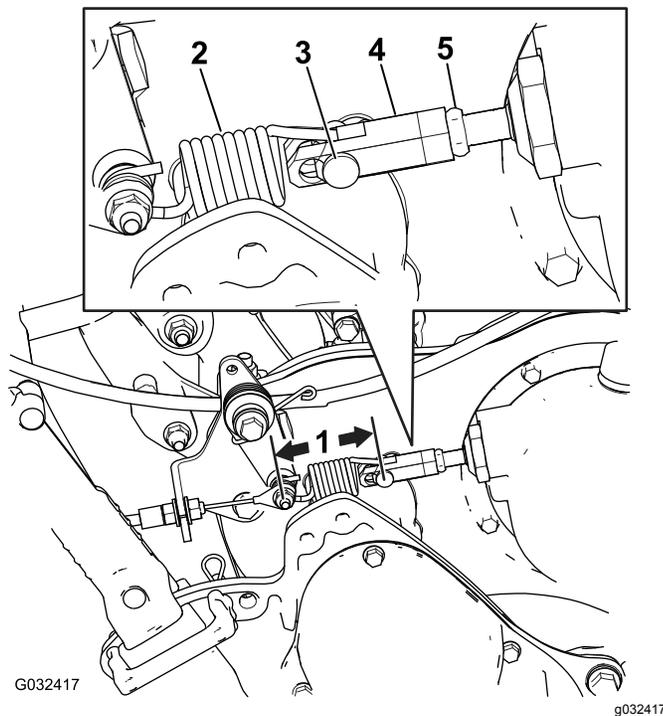

Рисунок 48
2. Измерьте расстояние от штифта на любом конце пружины регулирования тяги (Рисунок 48), если оно не находится в пределах от 7,3 до 7,6 мм, отрегулируйте сцепление, как описано в приведенных ниже пунктах.
- B. Ослабьте зажимную гайку на винтовой стяжке и снимите шплинтуемый штифт, отсоединив пружину от винтовой стяжки (Рисунок 48).
- F. Измерьте расстояние от штифта на любом конце пружины регулирования тяги (Рисунок 48), повторяйте пункты с A по F до тех пор, пока это расстояние не будет находиться в пределах от 7,3 до 7,6 мм.